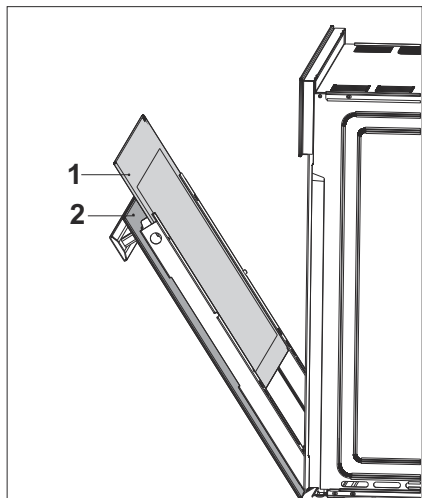

Рис. 26
- Снимите внутреннее стекло прибора для очистки (Рис. 26).